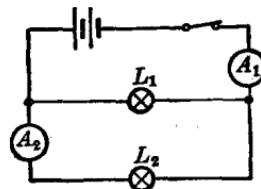

图 75
(4) 观察图 75 所示的电路，回答下列問題：
- ① 电灯 L_1 和 L_2 是怎样連接的？
- ② 安培計 A_2 和电灯 L_2 是怎样連接的？
- ③ 如果 A_1 的示数是 0.9 安培， A_2 的示数是 0.6 安培，那么电灯 L_1 和 L_2 中的电流强度各是多少？